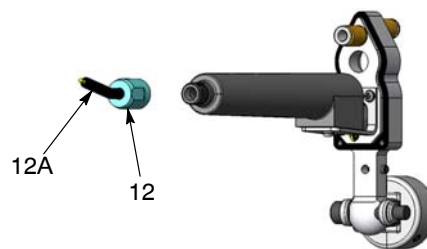

Fig. 31 Retrait du multiplicateur du boîtier
3. Voir la figure 31. Dévisser l'écrou du multiplicateur (12). Retirer le contact du multiplicateur (12A) de l'écrou et le remplacer s'il est endommagé.
Pistolets à fixation sur barre : Voir la figure 31. Installer le contact dans le creux du multiplicateur et le fixer avec l'écrou du multiplicateur.